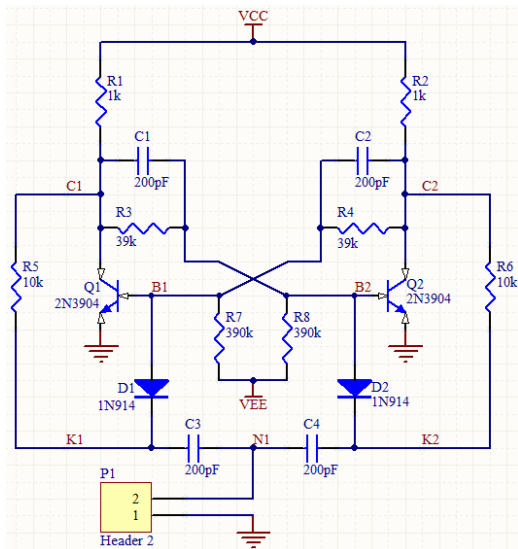

图 4-73 实践题 (1)
(1) 创建“Chap4-1.PrjPcb”工程，在其中新建“Chap4-1.SchDoc”文档，绘制如图 4-73 所示的原理图。